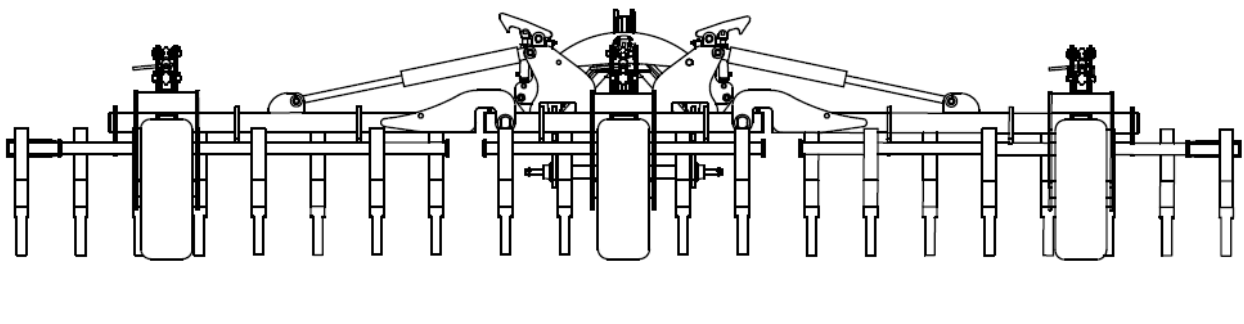

Fig. 7. Vue de la machine à la fin de la séquence d'ouverture des ailes. Les bras de la machine sont complètement ouverts.
5. Pour finir l'opération d'ouverture des bras latéraux, attendre jusqu'à ce que le mécanisme hydraulique ouvre les bras jusqu'à leur position entièrement ouverte. Ne pas interrompre cette opération sans s'assurer que les bras ne sont entièrement ouverts (fig. 7).